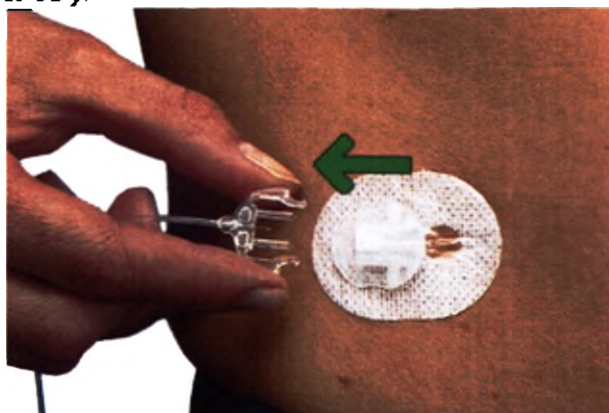

Рисунок 63 – Отсоединение магистрального набора (катетера) от основного набора инфузионного набора
3. Отсоединить магистральный набор (катетер) от основного набора инфузионного набора (рисунок 63).